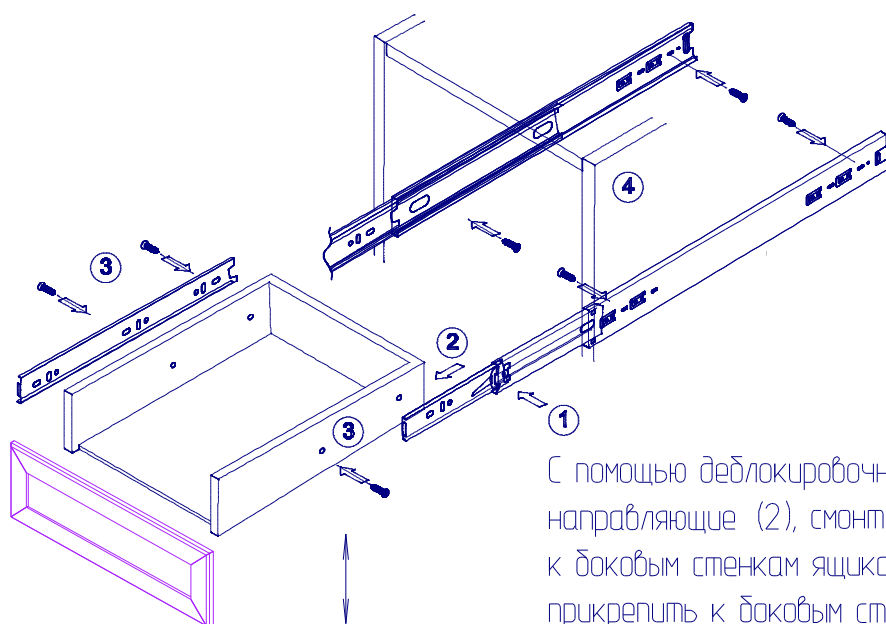

рисунок 1
3. При необходимости отрегулировать ящик по вертикали (рисунок 1)
4. Прикрепить направляющую к боковым стенкам ящика с помощью шурупов 3,5x13 в одно из отверстий (7)\*